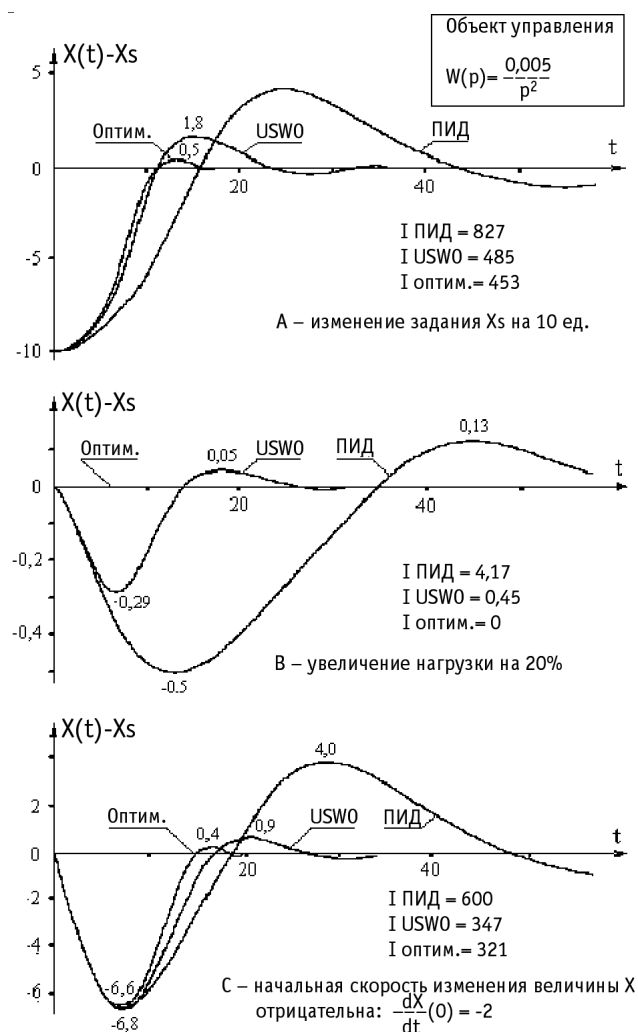

Рис. 2. Переходные процессы для объектов управления типа (3)
Результаты оказались однозначными. В равных условиях регуляторы с USWO-способом формирования управления обеспечивали более высокое качество работы замкнутых систем автоматики. При этом разница по основным показателям качества регулирования в большинстве опытов оказалась значительной. На рис. 2 представлен один из характерных результатов сравнения. В примере использован объект управления типа (3), описываемый дифференциальным уравнением следующего вида:
(по критерию 9) управления. Рис. 2А показывает переходные процессы при изменении уставки задания X_s на 10 единиц. Рис. 2В отображает работу замкнутых систем при увеличении нагрузки на объект на 20%. Следует отметить, что строго оптимальное управление в этом случае является «особым», сохраняющим регулируемую величину на заданном уровне (нулевое рассогласование $X(t) - X_s = 0$). Процессы на рис. 2С — это реакция систем управления на внешние возмущения, суммарное действие которых проявилось в том, что начальное значение производной регулируемой величины оказалось отрицательным
Значения параметров настройки ПИД и USWO-регуляторов в представленном на рис. 2 примере (как и во всех последующих примерах) определялись градиентным методом поиска оптимума по выбранному критерию качества или совокупности критериев. USWO-способ формирования управления преду-
Представленные на рис. 2, 3 и 4 переходные процессы в замкнутых системах отражают наиболее характерное соотношение между качеством управления ПИД и USWO-регуляторов, которое наблюдалось в большинстве проведенных опытов.